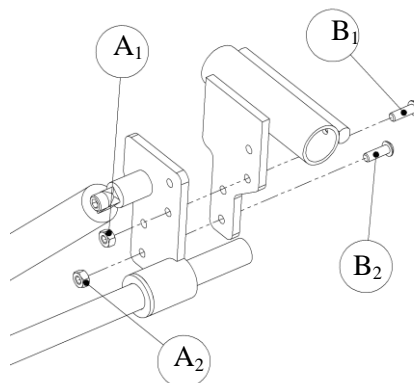

Figure 5 - Système d'ajustement en hauteur du siège
Le mécanisme de jonction (Figure 5) permet l'augmentation de la hauteur siège/sol de 2 po (5 cm) par rapport à la hauteur nominale et ce, par incrément de 1 po (2,5 cm), tel que présenté au tableau 2. Pour modifier la hauteur, les étapes suivantes doivent être réalisées :
1. Maintenir les écrous  $A_1$  et  $A_2$  à l'aide d'une « clé à fourche 10 mm » (figure 5);